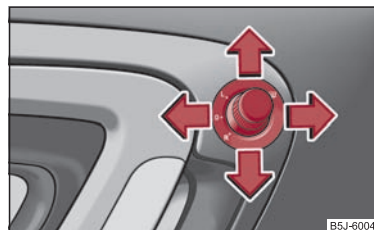

Fig. 46 Interiorul ușii: Buton rotativ
- Aduceți butonul rotativ în poziția  ⇒ fig. 46.